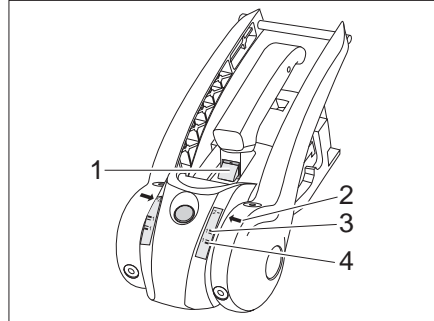

Bild 161 Verschleißkontrolle Reibbeläge
- Wenn die grüne Markierung sichtbar ist (Bild 161,1), sind die Reibbeläge vorn und hinten noch in Ordnung. Ist die grüne Markierung nicht mehr sichtbar, müssen die Reibbeläge gewechselt werden.
- Ist der Pfeil (Bild 161,2) unterhalb der Softdockmarkierung 1-grün, (Bild 161,4) sind die Reibbeläge rechts und links in Ordnung. Ist der Pfeil (Bild 161,2) oberhalb der Softdockmarkierung 1-rot (Bild 161,3), müssen die Reibbeläge gewechselt werden.
- Wenn die grüne Markierung sichtbar ist (Bild 161,1), ist die Kupplungskugel in Ordnung. Ist die grüne Markierung nicht mehr sichtbar, ist der Durchmesser der Kupplungskugel  $< 49\text{mm}$  und die Kupplungskugel muss gewechselt werden.